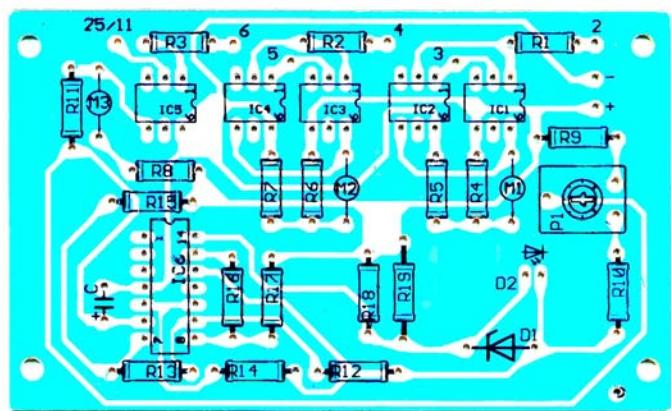

Рис.4 Схема монтажная
2. Установите все детали на печатной плате согласно **рис.4** в следующей последовательности: сначала малогабаритные, а потом все остальные элементы.